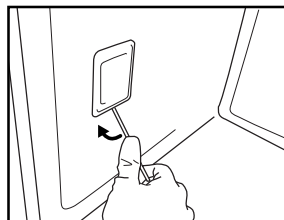

Fig. 7
3. Använd en skruvmejsel för att bända lampskyddet utåt tills du kan ta loss det (fig. 7).